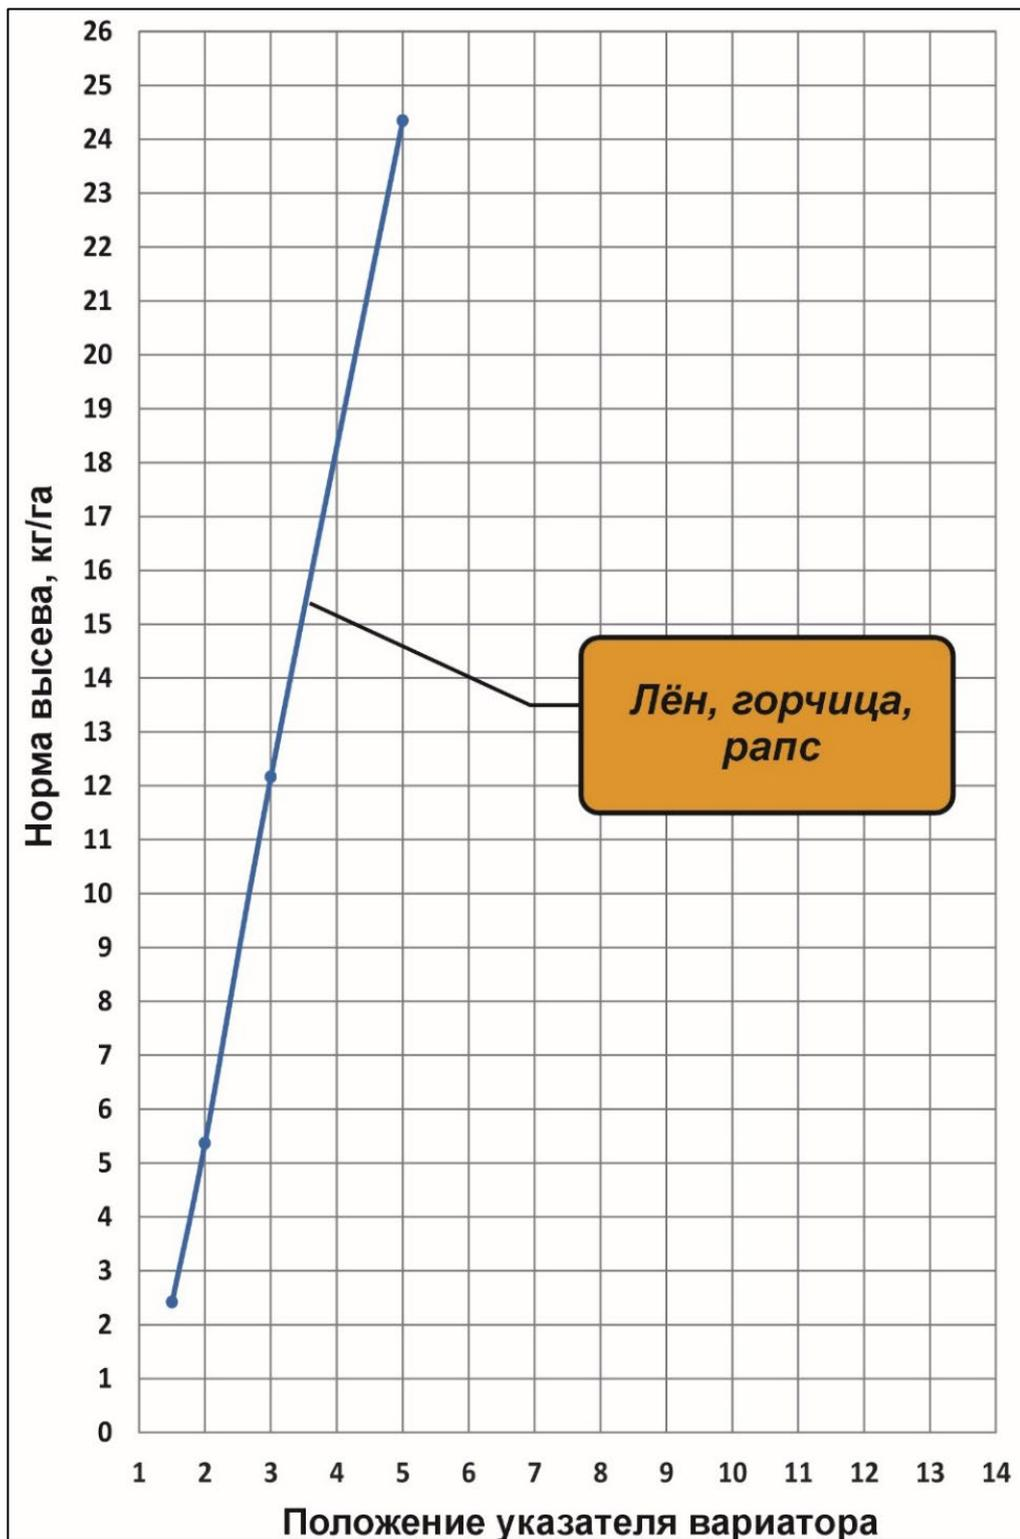

Рисунок 16 – Диаграмма ориентировочной нормы высева:
1. Выбрать в соответствии с диаграммой ориентировочной нормы высева рис. 16, 17, 18 начальное положение по шкале вариатора, в соответствии с требуемой нормой высева.